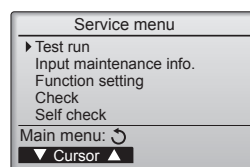

Abb. 7-1
- ① Wählen Sie „Test run“ (Testlauf) aus dem Service-Menü, und drücken Sie die [AUSWAHL]-Taste. (Abb. 7-1)